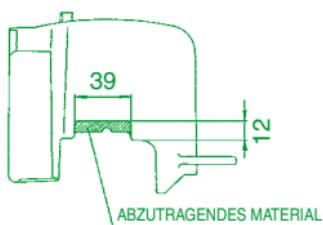

Abb. 3
- Die Zylinderkopfdichtung (8) und den Zylinderkopf (6) bis auf Anschlag am Zylinder auf die Stiftschrauben fügen.
- Die Haube auf dem Zylinder (geändert wie in Abb. 3), den Luftleitkanal und die neue Zündkerze (siehe Abschnitt „Wichtige Empfehlungen“) montieren.